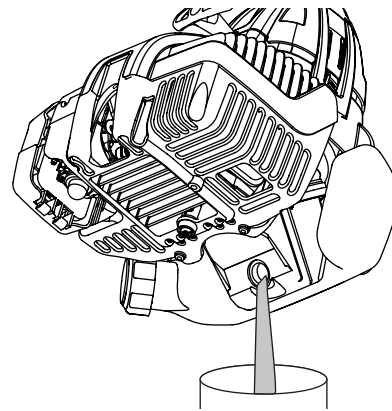

Fig. 26
3. Vierta el aceite fuera del orificio de llenado de aceite en un recipiente inclinando la unidad hasta una posición vertical (Fig. 26). Deje suficiente tiempo como para completar el drenaje.